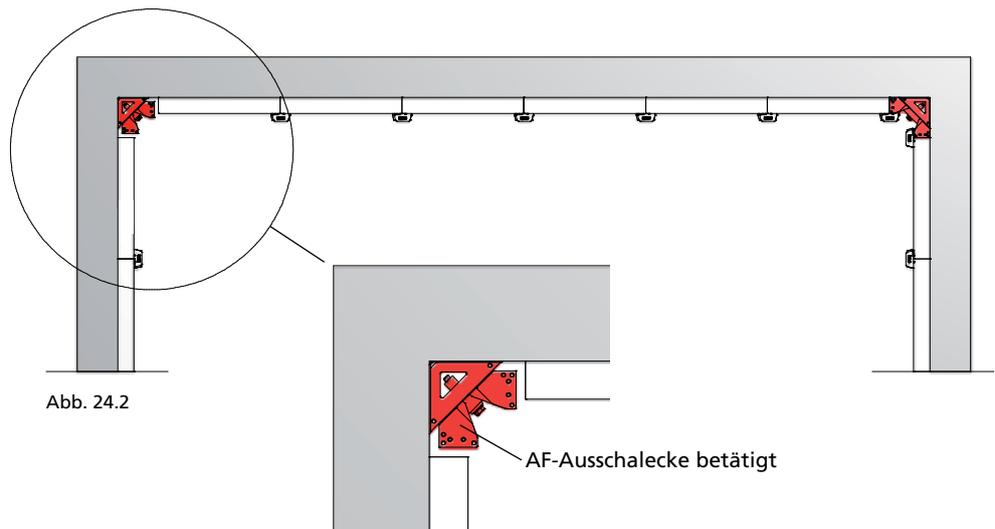

Abb. 24.2
2. AF-Ausschalecke betätigen (Abb. 24.2 und Seite AF-23).